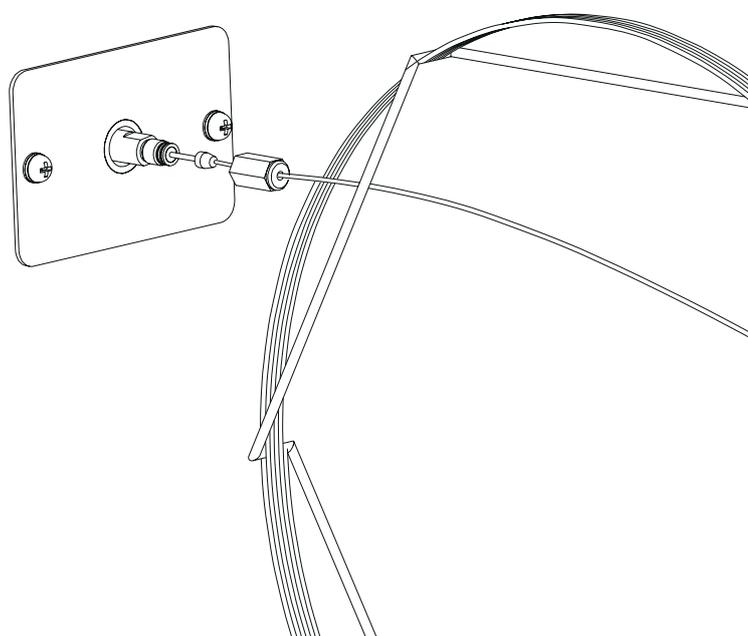

图 2.10 将毛细管柱连接至 MS
- (2) 将毛细管柱末端插入色谱柱安装夹具 (P/N 225-11657-08) 内，保持毛细管柱从夹具末端伸出约 1 cm 长；如图 2.10 “将毛细管柱连接至 MS” 所示，拧紧螺母将其固定。拧紧螺母，将其固定。将毛细管柱末端伸出来的部分切掉。